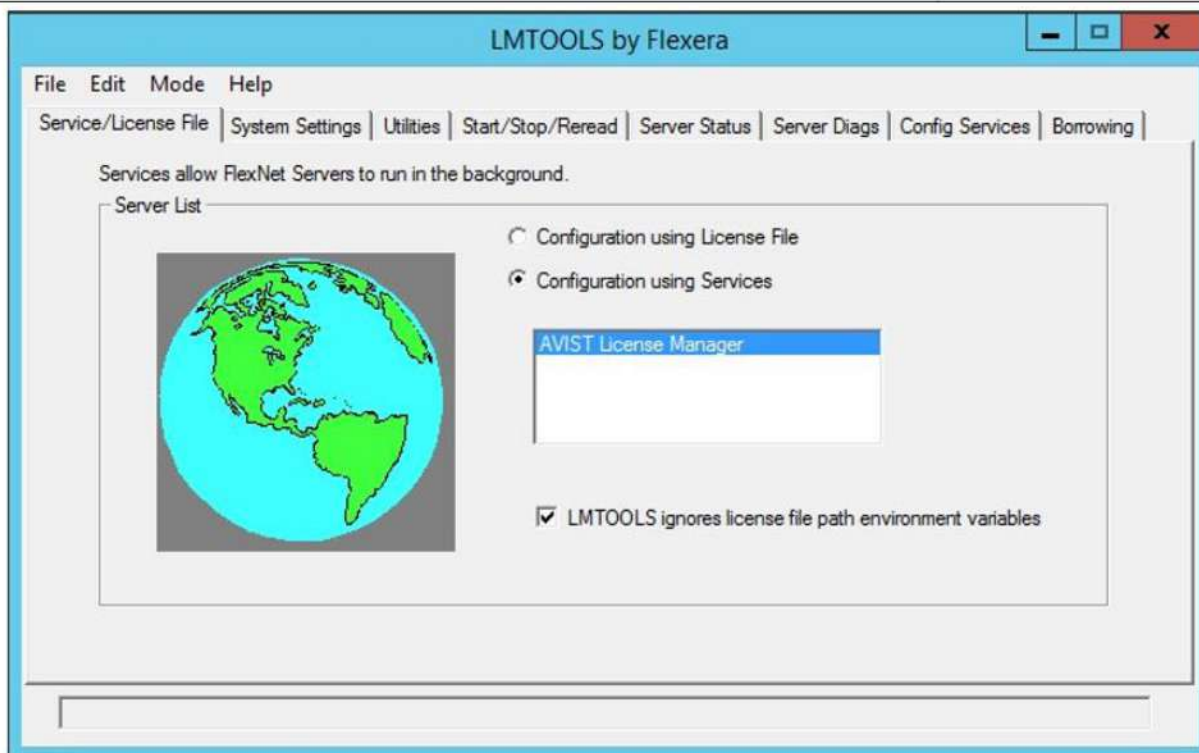

Рисунок 11 - Выбор сервиса – AVIST License Manager
- 8) На первой вкладке необходимо выбрать текущий сервис – «AVIST License Manager» (Рисунок 11).